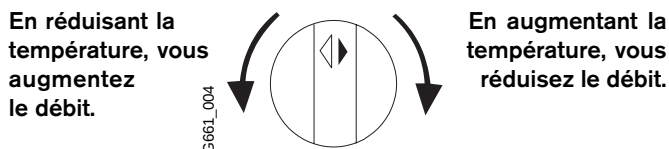

Fig. 10 - Principes de fonctionnement
2. Il faut fermer la valve à gaz en plaçant l'interrupteur marche-arrêt à la position (O) (voir la fig. 10). Attendez cinq (5) minutes afin que tout le gaz puisse d'échapper. Si vous détectez une odeur de gaz, **ARRÊTEZ!** Suivez la directive «B» des consignes de sécurité susmentionnées. Si vous ne détectez aucune odeur de gaz, passez à l'étape suivante.
Fermez la manette se trouvant sur la conduite d'alimentation du gaz vers le chauffe-eau et placez l'interrupteur marche-arrêt à la position d'arrêt (O) Voir la fig. 10.
L'interrupteur marche-arrêt se trouve derrière la plaque-couvercle rabattable sur la bande du panneau avant. Voir la figure 10.